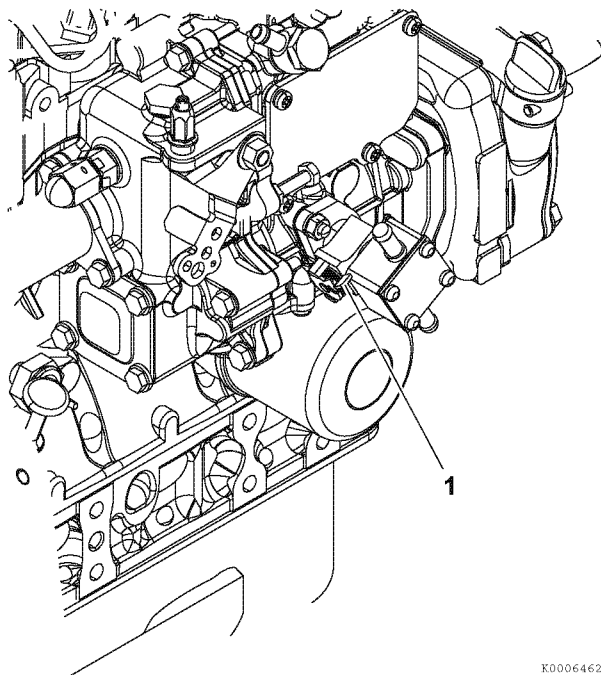

Рисунок 2
- Нажмите несколько раз на рычаг ручной подкачки (1, **Рисунок 2**), чтобы топливо заполнило чашку топливного фильтра (2, **Рисунок 2**).